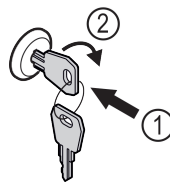

Fig. 162
- ▶ 按入钥匙。 Fig. 162 (1)
- ▶ 将钥匙顺时针转动 90°。 Fig. 162 (2)